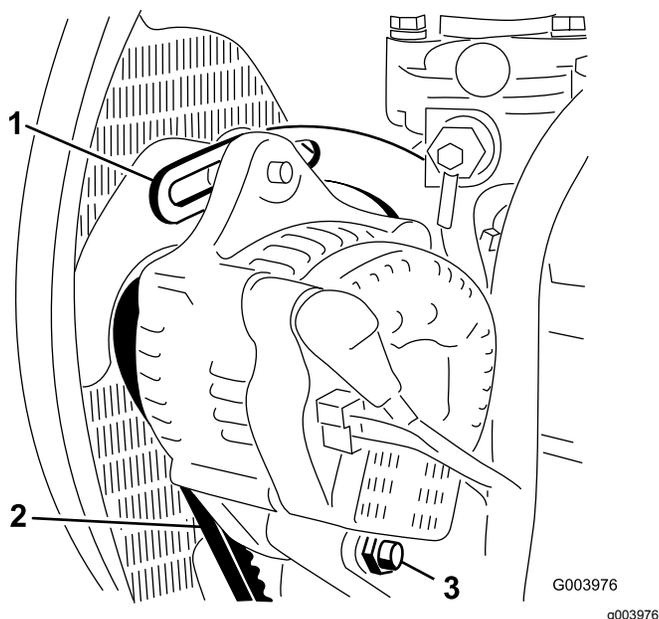

Figura 59
2. Verifique a tensão da correia do alternador, premindo-a (Figura 59) até meio caminho entre as polias do alternador e do cárter com uma força de 10 kg.
3. Desaperte o parafuso que segura a braçadeira ao motor (Figura 59), o parafuso que segura o alternador à braçadeira e o parafuso de articulação.